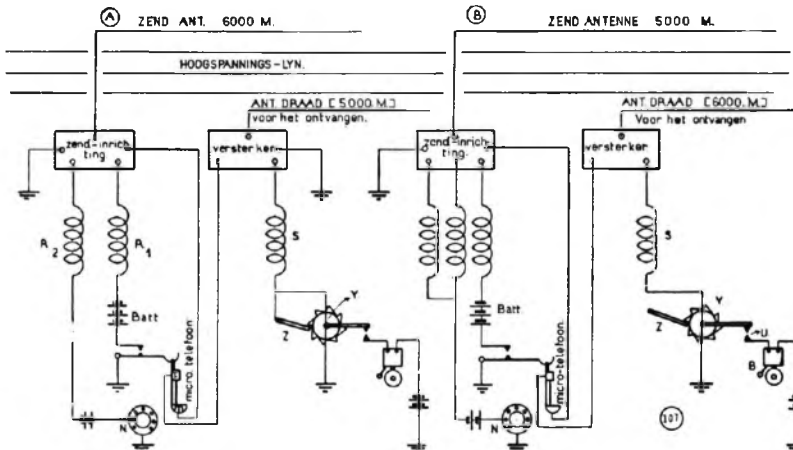

Fig. 7.
n.l. uit de zend- en uit de ontvang-inrichting; welke wij heel schematisch in fig. 7 hebben aangeduid.